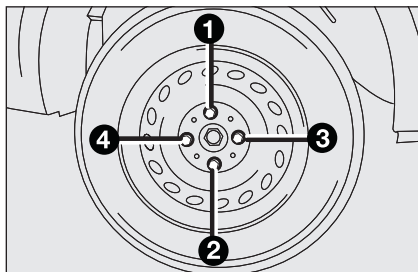

fig. 8
- serrer à fond les boulons, en passant alternativement d'un boulon à celui diamétralement opposé, suivant l'ordre indiqué sur la **fig. 8**.
- en se servant de la clé fournie, serrer à fond les boulons selon l'ordre représenté **fig. 8**;